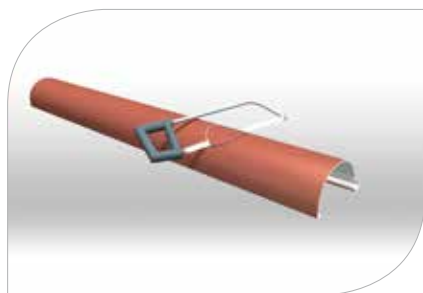

рис. 13
- 3.6 В месте, где будет установлена воронка, в дне желоба вырезать круглое отверстие диаметром равным диаметру водосточной трубы (**рис. 13, 14**)